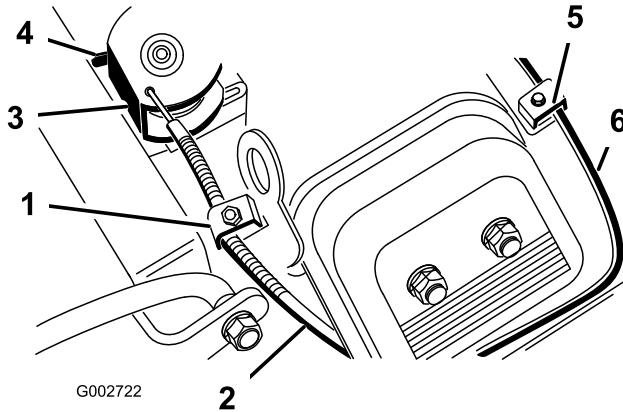

图 38
2. 松开将油门拉线固定到发动机上的夹紧螺丝 图 38。
4. 拉紧油门拉线直至转盘的后部接触到限位器 图 38。
2. 松开将阻风门拉线固定到发动机上的拉线夹紧螺丝 图 38。
4. 拉紧阻风门拉线 图 38 直至蝶形阻风门完全关闭然后旋紧拉线夹紧螺丝。